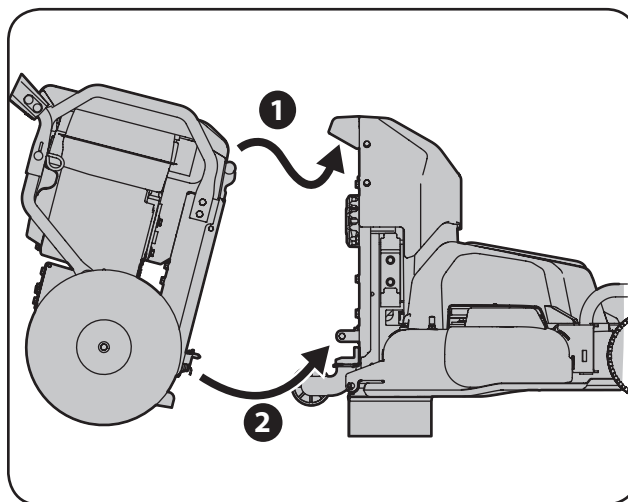

Figura 4-2
2. Con el soporte abajo, haga rodar la unidad de potencia hacia adelante, enganchando la parte superior del accesorio de corte con el montaje de la manija que se suministra en la unidad de potencia (1 de la Figura 4-2).
3. Incline la unidad base FLEX™ hacia atrás para enganchar los dos montajes de puntos de conexión inferiores (2).